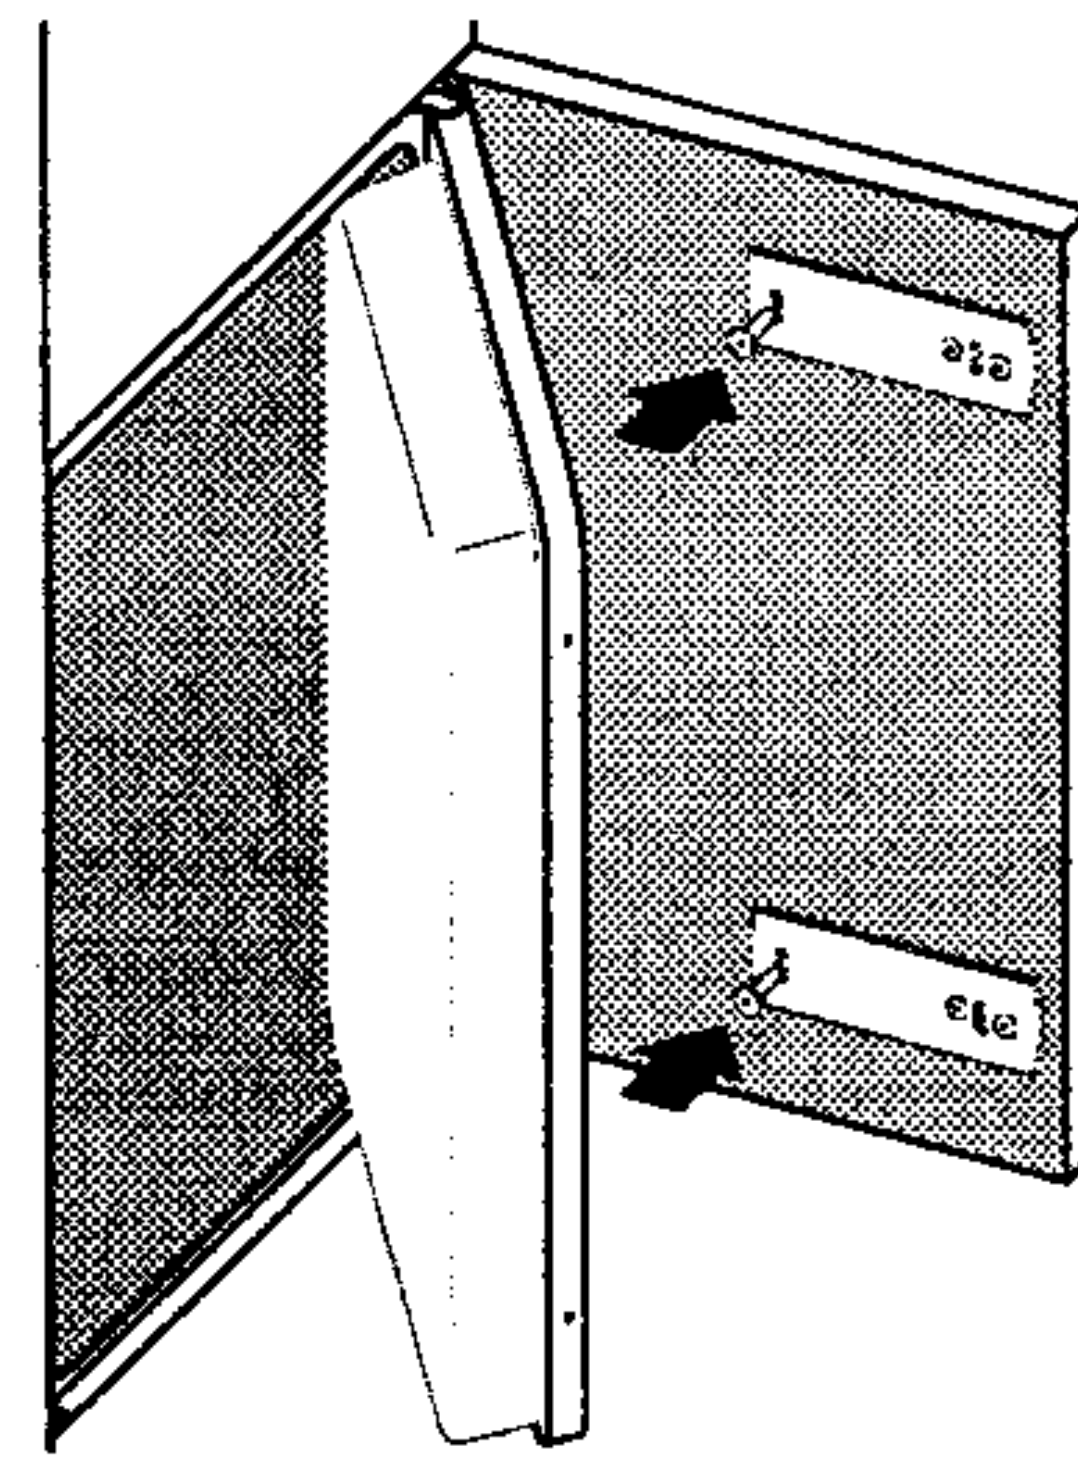

Bild 4
- Befestigen Sie die Schieber noch mit den anderen Schrauben und achten Sie darauf, daß die Schieber dabei nicht versetzt werden (Bild 4).